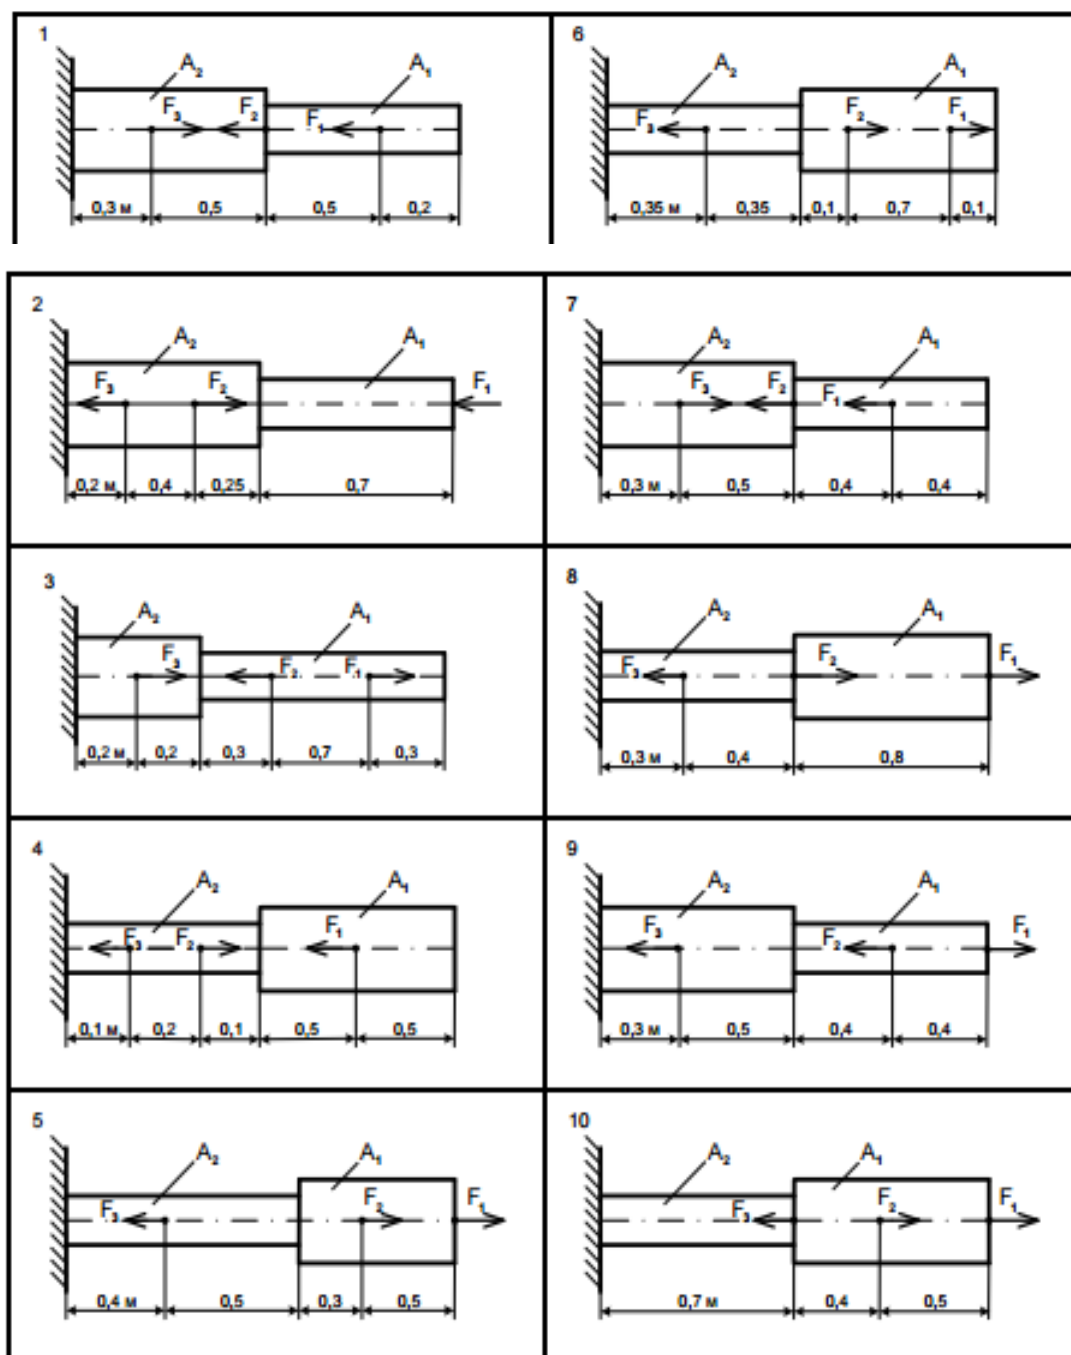

Рисунок 5. Исходные схемы
1. Ознакомиться с заданием рисунок 5.